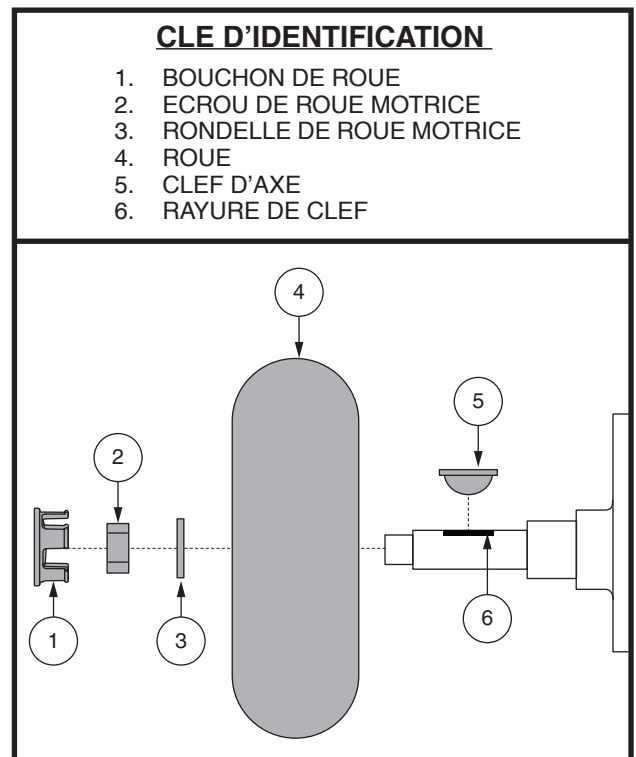

Figure 31. Enlèvement de la roue motrice
3. Enlever le bouchon de roue, l'écrou et la rondelle de roue motrice sur l'essieu. **Voir la figure 31.**
4. Retirez les écrous de la roue motrice de la moyeu. **Voir la figure 31.**
9. Glissez la nouvelle roue en place. Assurez-vous que la clef est bien ancrée dans la rayure de clef. **Voir la figure 31.**